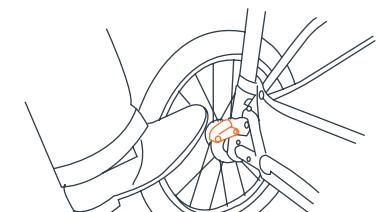

Fig. 11
- 11)** • Para aplicar los frenos, ejerza una ligera presión hacia abajo a la palanca del freno situada en cada rueda trasera. El carrito podría requerir un leve movimiento hacia delante o hacia atrás para alinear los dientes del freno con el piñón del freno de cada rueda (Fig. 11).